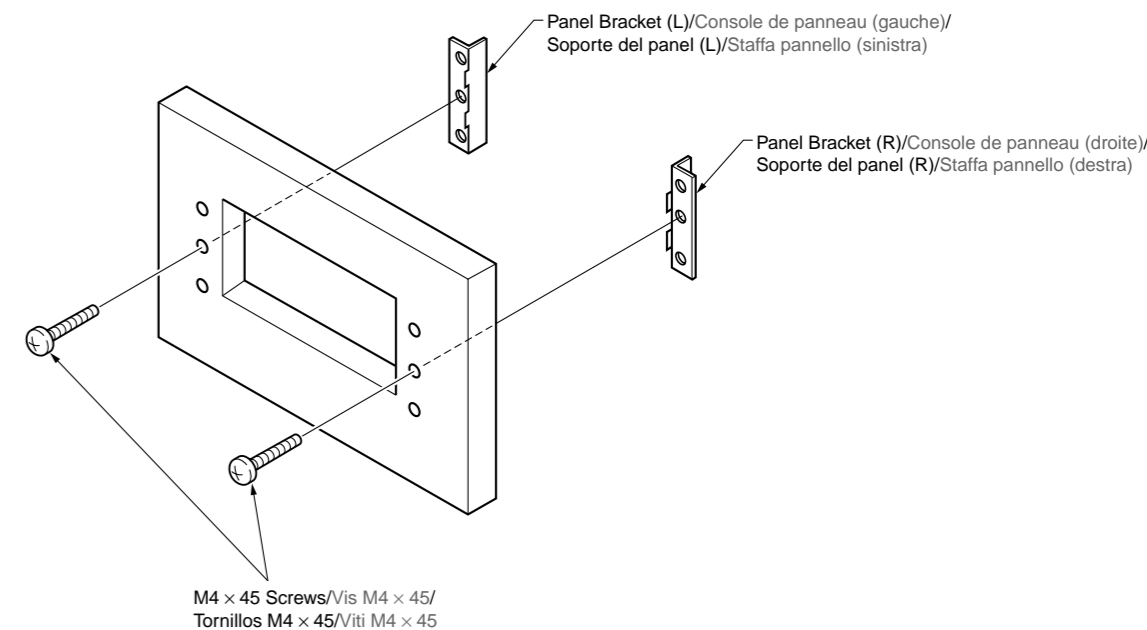

Figure 6 / Figure 6 / Figura 6 / Figura 6
- Insert the panel bracket (L) into the cutout hole and hold it at the left position. Insert the panel bracket (R) into the cutout hole and hold it at the right position. (Figure 6)
- Using supply screws (M4 x 45) to secure the panel bracket. (Figure 6)
- Insérez la console de panneau (gauche) dans l'orifice découpé et tenez-la sur la gauche. Insérez la console de panneau (droite) dans l'orifice découpé et tenez-la sur la droite. (Figure 6)
- Utilisez les vis fournies (M4 x 45) pour fixer la console de panneau. (Figure 6)